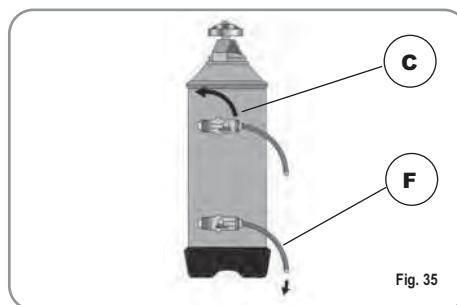

Fig. 35
2) Remettre le bouchon et repositionner le levier C vers la gauche (Fig. 35), en faisant évacuer l'eau salée du tube F jusqu'à ce qu'elle soit à nouveau douce (1/2 heure environ).